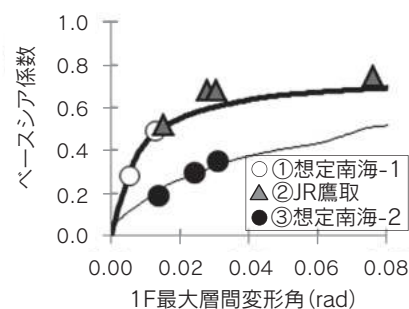

図2
JR鷹取波100%の加振時に写真1と同様の梁端溶接接合部の破断が、柱梁接合部12カ所の内、3カ所で生じた。図2には、全加振ケースにおける1層の層せん断力と層間変形角の最大応答値をプロットしている。JR鷹取100%加振時の梁端接合部の破断により、③の想定南海トラフ波加振時には剛性が低下し、層間変形角応答が①の2倍弱となった。